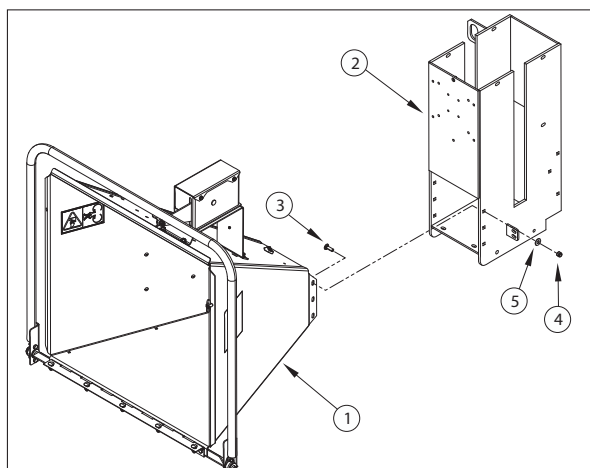

Figura 2.5, Montaje del conducto de la chipeadora
1. Monte el conducto(1) de la chipeadora a la carcasa(2) de la chipeadora usando ocho pernos(3) de 3/8" x 1" (10 mm x 25 mm) y tuercas(4) de seguridad. Use tres pernos en cada lateral y dos en el fondo (Figura 2.5).